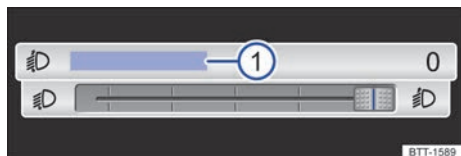

Fig. 84 En el sistema de infotainment: botón desplazable para regular el alcance de las luces.
En función del equipamiento, el alcance de las luces se puede ajustar con el botón desplazable del sistema de infotainment → fig. 84.
- Pulse el botón de función **Regulación del alcance de las luces** → fig. 84 ①.